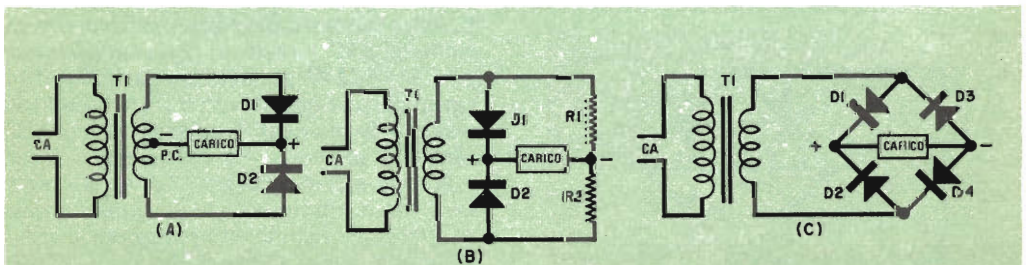

Fig. 2 - Circuiti raddrizzatori: ad onda intera (a); ad onda intera modificato (b); ponte ad onda intera (c).
In senso largo, il convenzionale raddrizzatore ad onda intera è un tipo di circuito a ponte perché il carico in continua serve come ponte tra la presa centrale del trasformatore (PC) ed il corrispondente punto di unione tra i due raddrizzatori (D1 e D2), com'è illustrato nella *fig. 2-a*. Se il secondario del trasformatore non ha una presa centrale, si può fare un centro artificiale, come rappresentato nella *fig. 2-b*, usando due resistori di valore uguale (R1 e R2). Sfortunatamente, questo sistema, pur dando il raddrizzamento ad onda intera, ha un rendimento piuttosto scarso. I resistori R1 e R2 assorbono continuamente corrente dal trasformatore sia che il carico ne richieda o meno; inoltre nei resistori viene dissipata ancora altra energia con l'aumentare della corrente nel carico. Si può ovviare a questi svantaggi sostituendo R1 e R2 con due diodi raddrizzatori, come è rappresentato nella *fig. 2-c*, ottenendo così il raddrizzatore a ponte largamente usato. Si noti la somiglianza complessiva di questa configurazione con l'originale ponte di Wheatstone.